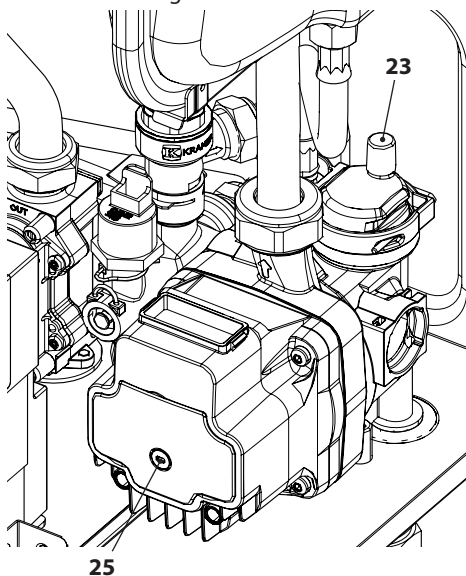

Figura 6.3
- Svitare il tappo della valvola di sfiato automatica 23 in Figura 6.3.
- Togliere il tappo 25 in Figura 6.3 e sbloccare la pompa ruotando il rotore con un cacciavite. Durante questa operazione sfiatare la pompa.